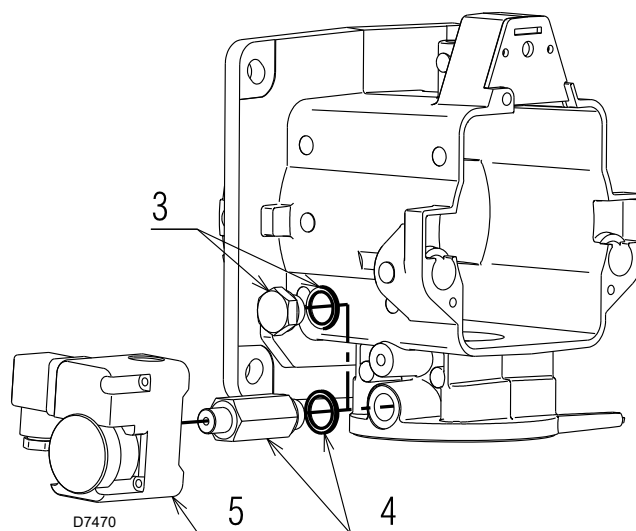

Fig. 3
- Quite el tapón 3)(Fig. 3) y la junta del lado izquierdo del collarín.
- Enrosque el racor 4)(Fig. 3) que hay en el kit interponiendo una nueva junta.
- Enrosque el presostato 5)(Fig. 3) en el racor 4)(Fig. 3) utilizando teflon o un producto análogo para garantizar la estanqueidad hermética del roscado.